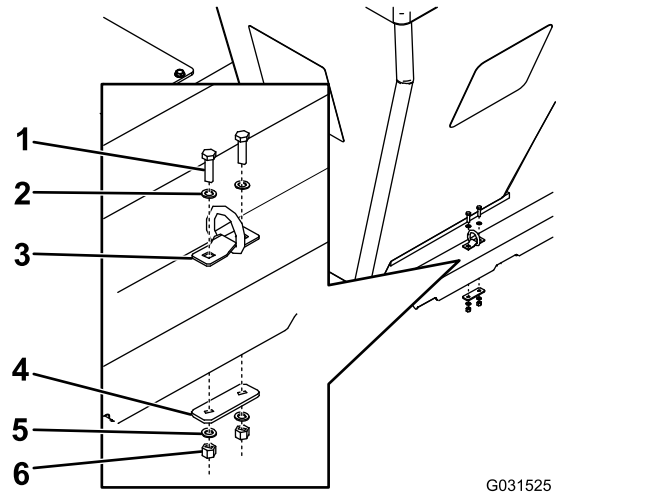

Figura 7
2. Instale los anillos de amarre según se muestra en Figura 7, y apriete los pernos a 28 N·m.